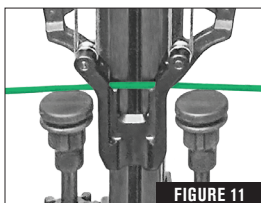

FIGURE 11
- Commencez à faire tourner la manivelle dans le sens contraire des aiguilles d'une montre jusqu'à ce que le traîneau (partie 5) et la corde de l'arc soient complètement de retour aux butées de corde ou en position statique (Fig. 11).